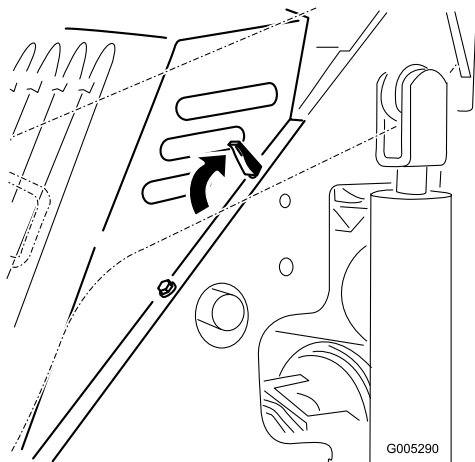

Figure 17
3. Desserrez les quatre languettes de blocage (Figure 17).
1. Placez le capot sur le châssis du groupe de déplacement et engagez les languettes de blocage dans les trous du châssis (Figure 17).
2. Fixez le capot en place en poussant les languettes vers l'avant et vers le bas (Figure 17)